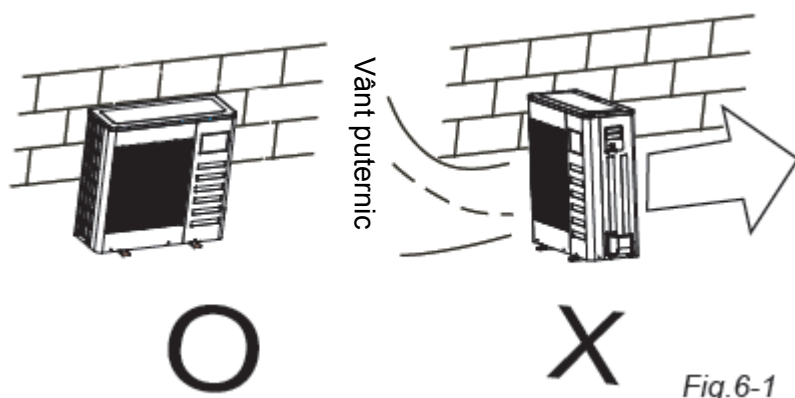

Fig. 6-1
- În cazul în care locul de instalare este expus vântului puternic cum este cel de pe malul mării, asigurați-vă că ventilatorul funcționează adecvat prin așezarea unității de-a lungul peretelui sau prin utilizarea unei apărători împotriva prafului. (Consultați Fig. 6-1)